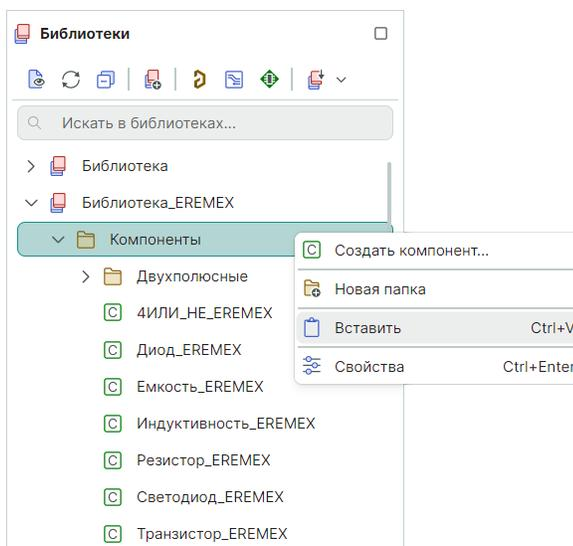

Рис. 353 Вставка библиотечного объекта из буфера памяти
4. В выбранном узле из контекстного меню выберите «Вставить», см. Рис. 353.